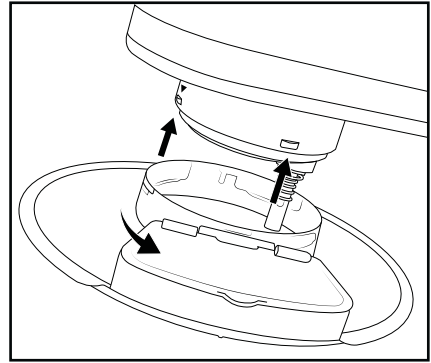

Abb. 1
- 1) Drücken Sie den Entriegelungshebel ❷ nach oben und bringen Sie den Schwenkarm ❶ in die höchste Position.
- 2) Montieren Sie den Deckel ❹ am Schwenkarm ❶:
- Setzen Sie den Deckel ❹ so auf, dass der Pfeil ▼ am Schwenkarm ❶ auf die Mitte des Pfeils ↔ am Deckel ❹ weist (Abb. 1). Die Einfüllhilfe ❺ zeigt dabei zur Vorderseite des Geräts.
- Drehen Sie den Deckel ❹ gegen den Uhrzeigersinn (Richtung ⚙️), bis er fest sitzt.